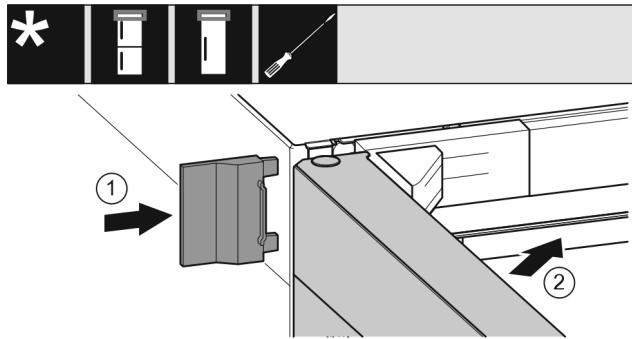

Fig. 34
- ▶ Насуньте зовнішню кришку. Fig. 34 (1)
- ▶ Закріть верхні дверцята. Fig. 34 (2)